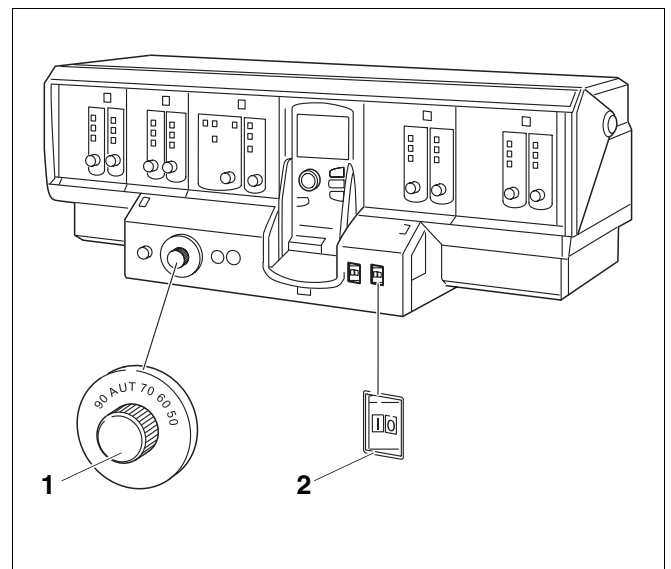

Abb. 3 Regelgerät (hier z. B.: Logamatic 4000)
Nehmen Sie Ihren Heizkessel über das Regelgerät in Betrieb (im Beispiel hier, Abbildung 3: Regelgerät der 4000er Reihe). Mit der Inbetriebnahme des Regelgerätes nehmen Sie automatisch den Brenner mit in Betrieb. Der Brenner kann anschließend vom Regelgerät gesteuert werden. Weitere Informationen dazu können Sie in der Bedienungsanleitung des jeweiligen Regelgerätes oder Brenners nachlesen.
- Stellen Sie den Kesselwassertemperaturregler (Abb. 3, **Pos. 1**) auf „AUT“.
- Stellen Sie den Betriebsschalter (Abb. 3, **Pos. 2**) in Stellung „I“ (EIN).
Nehmen Sie Ihren Heizkessel über das Regelgerät außer Betrieb (im Beispiel hier Abbildung 3: Regelgerät der 4000er Reihe). Mit der Außerbetriebnahme des Regelgerätes wird der Brenner automatisch mit abgeschaltet.
- Stellen Sie den Betriebsschalter (Abb. 3, **Pos. 1**) in Stellung „0“ (AUS).